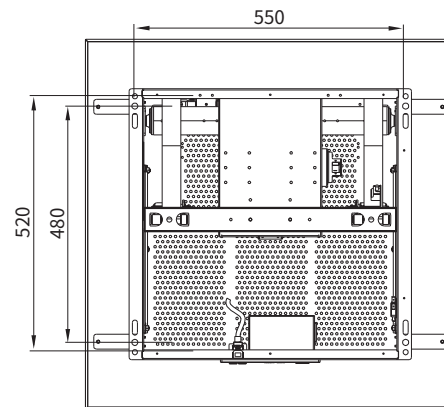
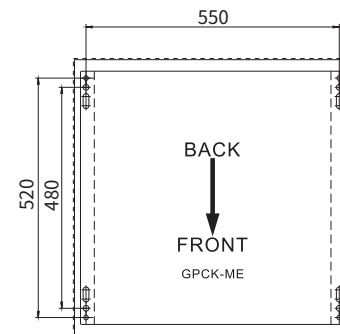

图5 安装孔距离
图6 天花打孔定位卡纸
3. 升降架的安装孔距离见图5, 将附件的天花打孔定位卡纸(图6)贴到混凝土天花板上, 按照定位卡纸上面的孔位在天花板打孔, 安装四颗 $M8 \times 80$ 膨胀螺丝(非附件), 把膨胀螺丝固定好(拧紧膨胀螺丝本身所配的螺母), 并确认已经安装牢固;